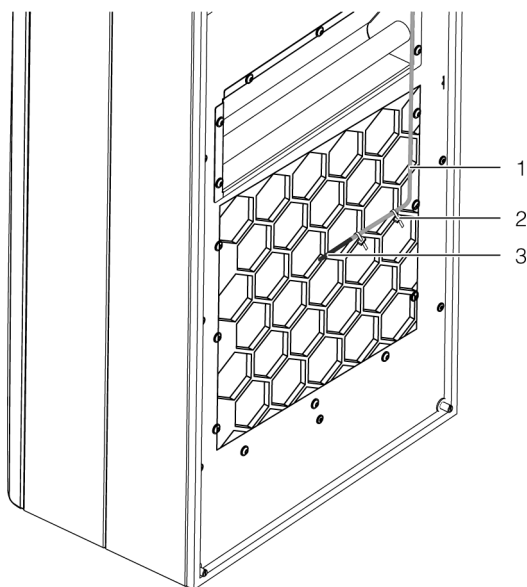

Fig. 23 : sonde de température devant la sortie d'air froid (exemple de représentation)
- Installer la sonde de température au centre devant la sortie d'air froid du climatiseur (fig. 23).